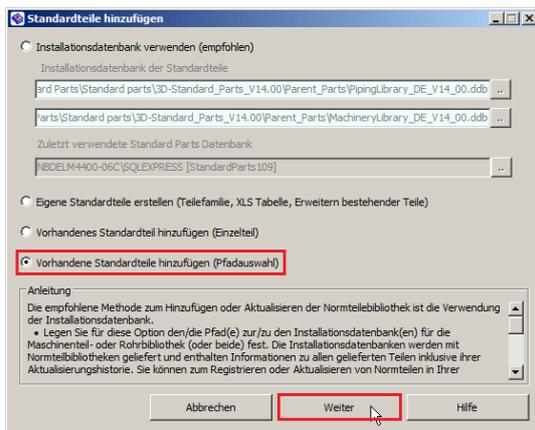
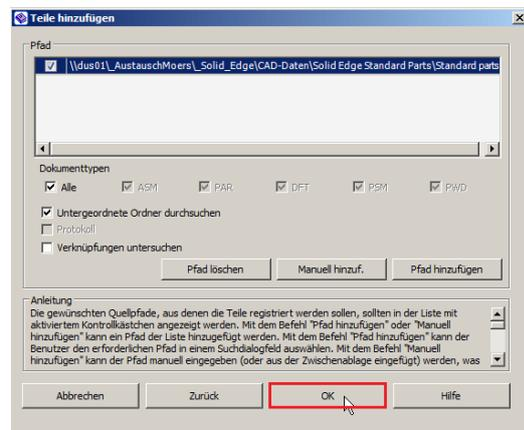

Abbildung 23
Abbildung 24
5.4. Die schnellste und einfachste Methode alle installierten Normteile zur Datenbank hinzuzufügen ist der 4. Punkt *Vorhandene Standardteile hinzufügen* (Abb. 23). Im nächsten Fenster wird der Installationsordner angezeigt (Abb. 24). Überprüfen Sie hier noch einmal den Pfad und bestätigen Sie dieses Fenster ohne weitere Änderungen. Der erste Punkt *Installationsdatenbank verwenden* bietet weitere Möglichkeiten die zur Verfügung stehenden Normteile auszuwählen und einzuschränken. Dies ist recht aufwändig und wird in der Praxis nur von sehr wenigen Unternehmen genutzt und benötigt. Daher wird dieses Vorgehen hier nicht weiter beschrieben.